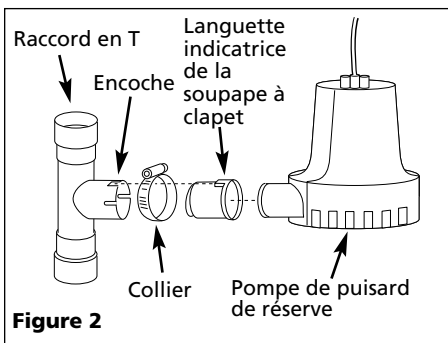
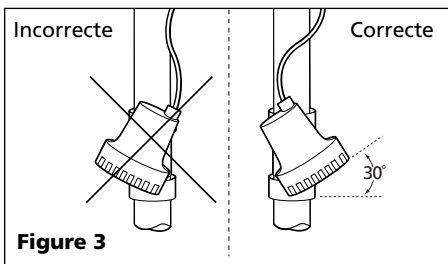

Figure 2
Figure 3
- Introduire la soupape à clapet dans le T. S'assurer que la languette indicatrice soit dans l'encoche du T (voir Figure 2).
- Introduire la pompe dans la soupape à clapet, incliner la pompe 30°, le cordon d'alimentation devrait être face en haut (voir Figure 3). Serrer le collier autour de la pompe et la soupape à clapet (voir Figure 2).
AVERTISSEMENT Incliner la pompe tel qu'indiqué sur la Figure 3 pour éviter le blocage.